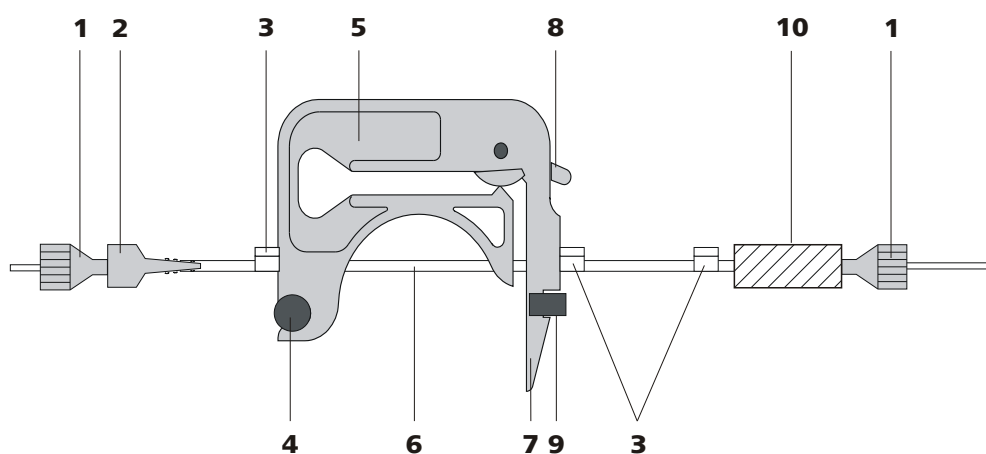

Figura 26 Peças e conexões da bomba peristáltica
- Inserir o tubo da bomba nos cassetes de tubo (*ver figura 26, página 53*). Os retentores (26-3) devem ser encaixados no respectivo dispositivo de fixação do cassete de tubo.